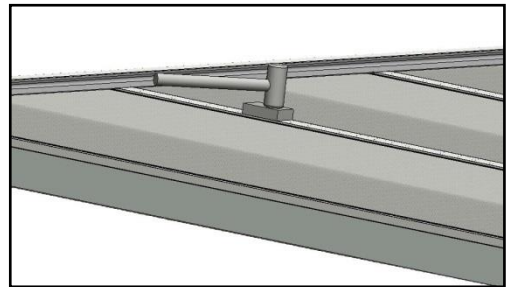

Abbildung 19, Anbringen der übrigen Platten
Hammer und einen Holzklötz, um das Abschlussprofil festzuklopfen (Abb. 19). Entfernen Sie anschließend auf beiden Seiten die Schutzfolie von der Dachplatte.
36. Legen Sie die nächste Dachplatte neben die erste, schieben Sie diese unter das Abschlussgummi und befestigen Sie das Abschlussprofil zwischen dieser und der vorher angebrachten Platte. Entfernen Sie auf beiden Seiten die Schutzfolie von der Dachplatte. Stellen Sie auf diese Weise von einer Seite aus das gesamte Dach fertig (Abb. 19).